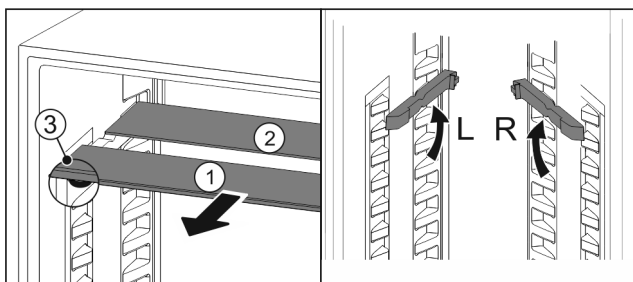

Fig. 112
- ▶ Skleněné desky jednotlivě vytáhněte dopředu Fig. 112 (1).
- ▷ Skleněná deska Fig. 112 (1) s ozdobnou lištou leží vpředu.
- ▷ Zářezky Fig. 112 (3) směřují dolů.